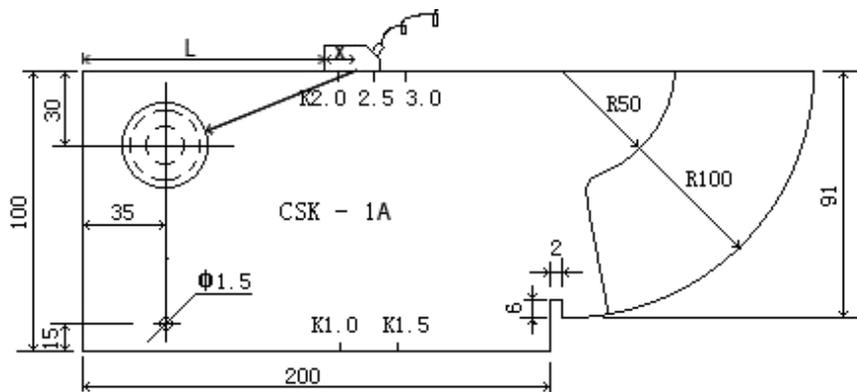

图 4-7
5、校准探头 K 值（角度）：将探头耦合到 CSK- I A 试块上前后移动，如图 4-7，使得 $\phi 50\text{mm}$ 的圆的反射回波达到最高，用钢板尺量出 L，根据 $k=(L+X-35)/30$ 算出 K 值。如图 4-9，按 **探头** 键进入探头菜单，按 **▲**（上）或 **▼**（下）键调整到探头 K 值子菜单，再用 **◀**（左）或 **▶**（右）键调整，使数值等于计算出的 K 值。如图 4-9 所示此时探头 K 值校准完毕。